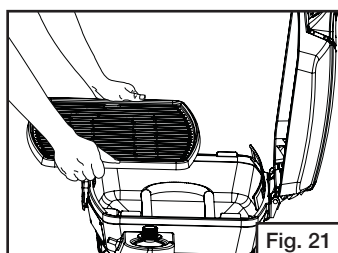

Fig. 21
- Coloque la rejilla de la parrilla sobre el quemador. (Fig. 21)